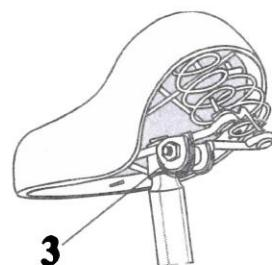

Рис.5
1. Установите подседельный штырь седла в замок седла и закрепите его гайкой 3 (Рис. 5). Затягивайте гайку до тех пор, пока вы не удостоверитесь, что штырь нельзя проворнуть в замке.